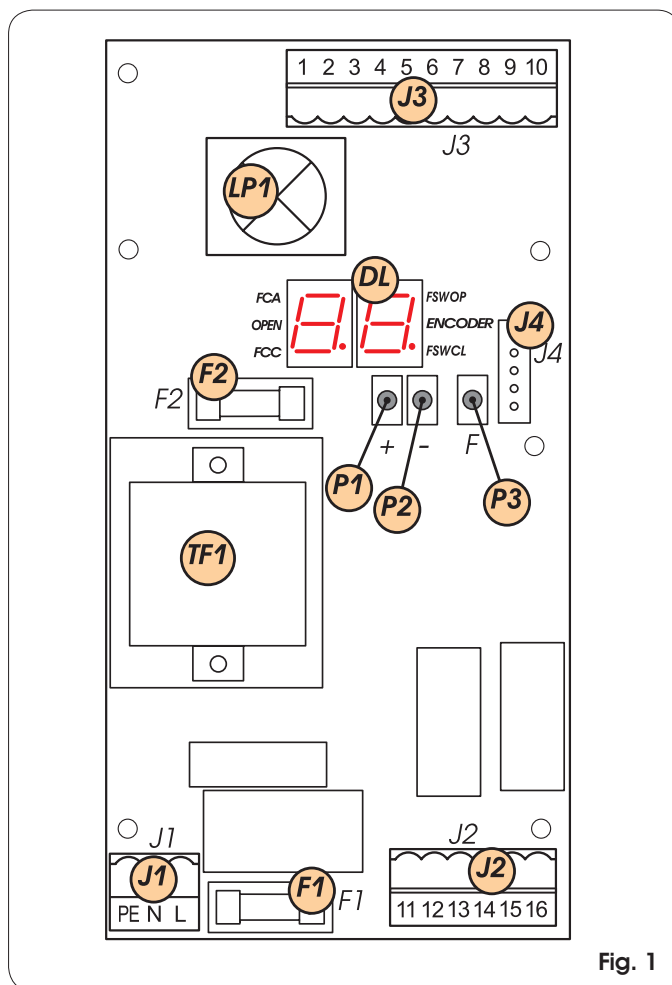

Fig. 1
- Sluit de aardingskabel aan op de specifieke klem op connector J1 van de apparatuur (zie fig. 1).